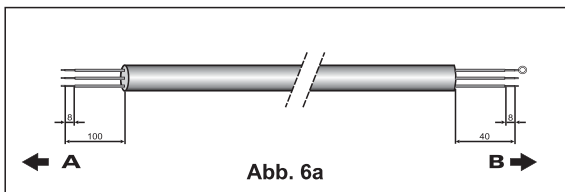

Abb. 6a
3. Bereiten Sie die Kabelenden für den Netzanschluss und die Verbindung von Außen- und Innenteil wie in Abb. 6a bzw. 6b vor.